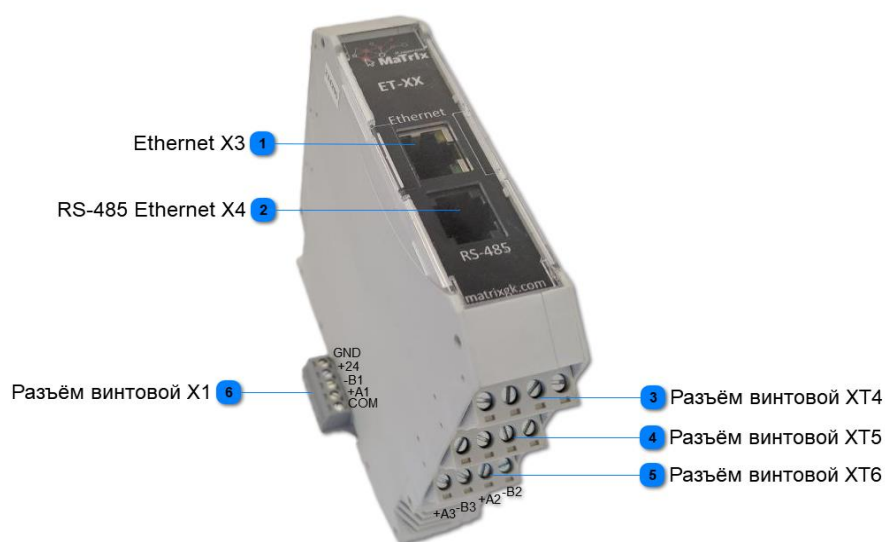

Рисунок 1.1 ПЛК ET-XX Вводы/выводы
- Рисунок 1.1 ПЛК ET-XX Вводы/выводы